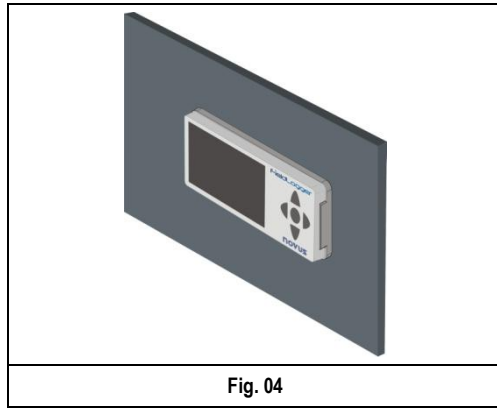

Fig. 04
4. Colocar a IHM no suporte. Cuidar para que fique bem encaixada! (**Fig. 04**).
4. Coloque la IHM en el soporte. Cuide para que quede ¡bien encajada! (**Fig. 04**).
4. Placez l'IHM dans le support. Soignez pour en faire un ajustement serré! (**Fig. 04**).
4. Attach the HMI to the base. Make sure it is well fixed! (**Fig. 04**).